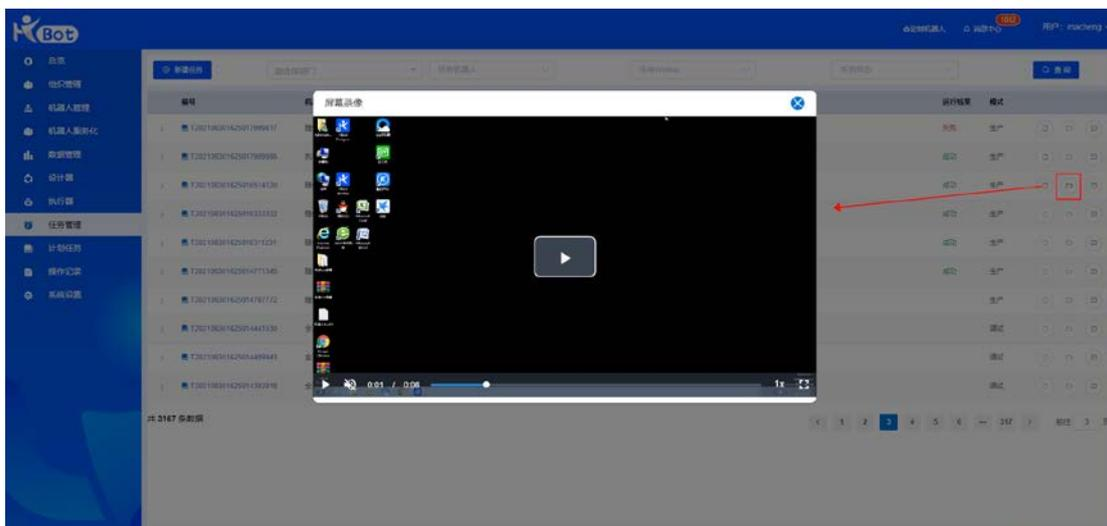

图 58
- 查看录屏：如果创建任务时选择了录屏功能，则可以进行录屏回放。同样，在 Commander 管理平台，录屏回放功能仅适用于“无人值守”模式，录屏信息存储在云端数据库。而“人机交互”模式下执行的任务，录屏存放在 Worker 所在终端本地。如图 58。